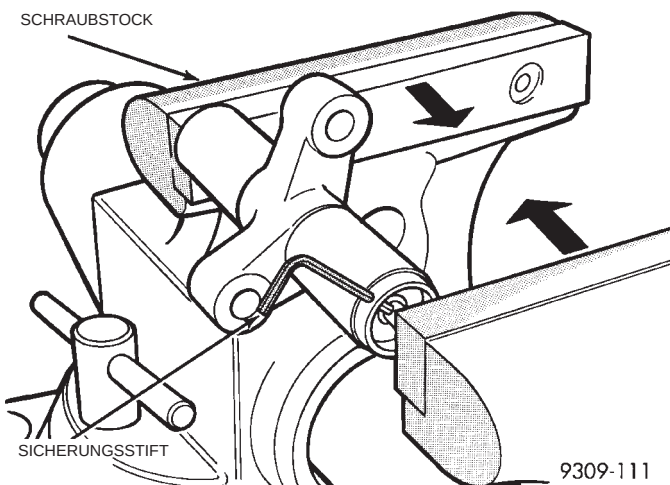

Abb. 50 Zahnriemenspanner zusammendrücken
(4) Riemenspanner in einem Schraubstock langsam vorspannen und Sicherungsstift einsetzen (Abb. 50).